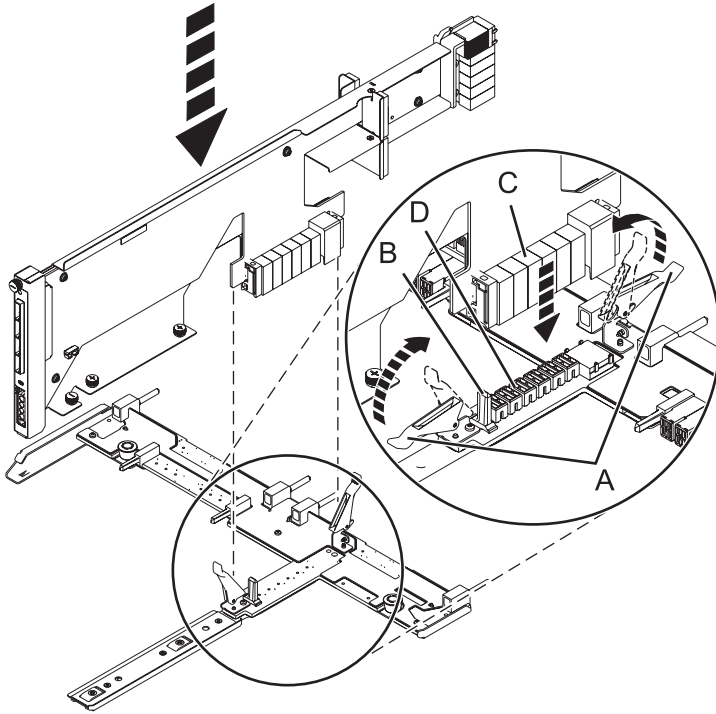

Figure 55. Installation de la carte d'extension SAS dans le fond de panier central
- a. Placez le connecteur de la carte (C) sur le raccord du fond de panier central (D) en vous aidant du guide (B) pour assurer un raccordement adéquat.
- b. Relevez le levier (A) pour insérer et fixer la carte d'extension SAS dans le fond de panier central, comme indiqué dans la figure 55, à la page 70.